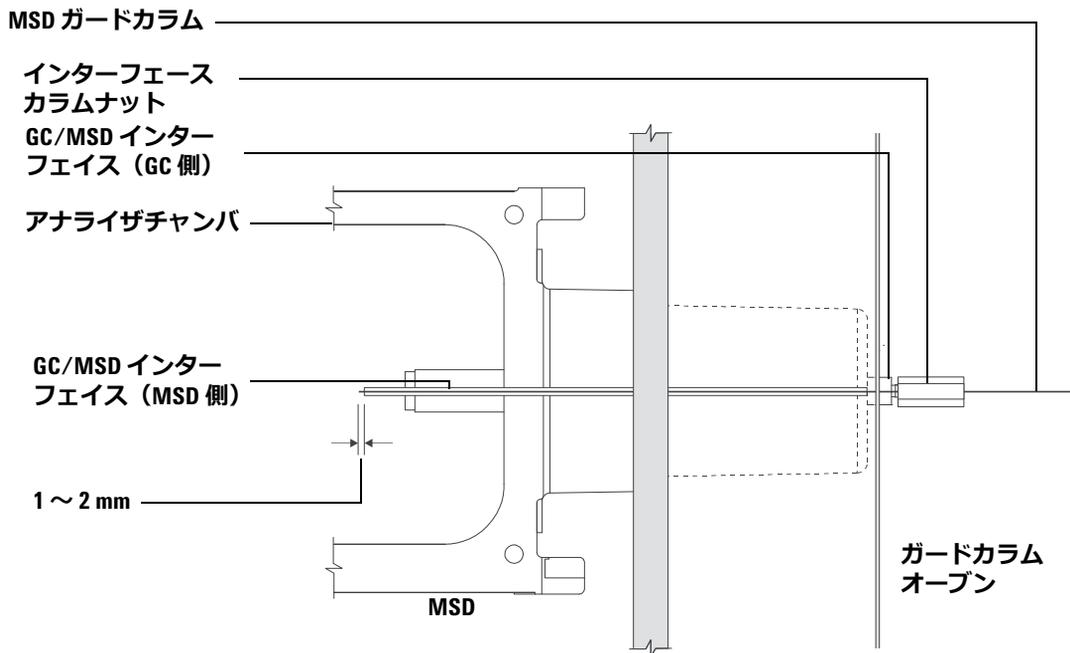

図 8 GC/MSD インターフェイスへのガードカラムの取り付け
- 4 アナライザ側からカラムを引き出せるまで、GC/MSD インターフェイス (図 8) にカラムを挿入してください。